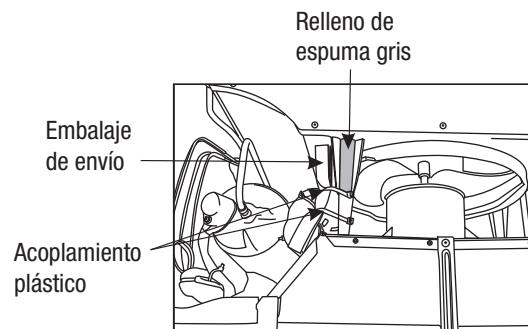

FIG. 7
10. Su unidad puede venir con empaque interno (embalaje de envío, briduras de plástico, relleno de espuma gris, como se muestra en la Fig. 7). Este embalaje DEBE retirarse antes de volver a instalar el acondicionador de aire en el gabinete.